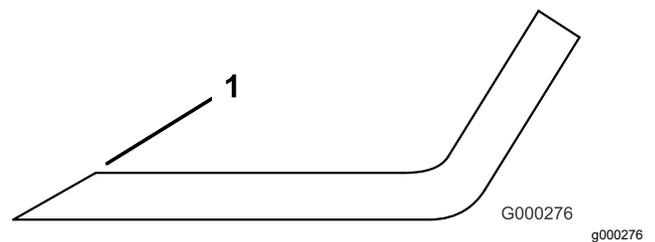

Рисунок 126
3. Проверьте режущие кромки всех ножей и заточите их, если они затупились или имеют зазубрины (Рисунок 126).
Примечание: Чтобы ножи всегда оставались острыми, затачивайте только верхнюю сторону режущей кромки и сохраняйте первоначальный угол заточки (Рисунок 126). Балансировка ножа не нарушается при удалении одинакового количества металла с обеих режущих кромок.